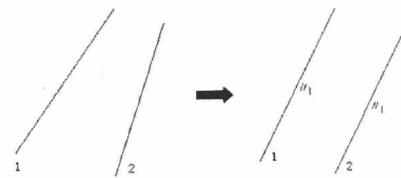

图 1-1-15 创建“平行”约束
(4) 创建约束。以创建平行约束为例，创建约束的基本步骤如下。
- ① 单击工具栏按钮中的黑三角，系统将弹出“约束”工具栏。
- ② 从“约束”工具栏中选择需要添加的“平行约束”按钮。此时，系统在信息区提示“选取两图元使它们平行”并弹出“选取”对话框。
- ③ 按照系统提示，分别选取直线 1 和 2。
- ④ 单击“选取”对话框中的“确定”按钮，系统即按创建的约束更新截面并显示约束符号//。最终结果如图 1-1-15 所示。